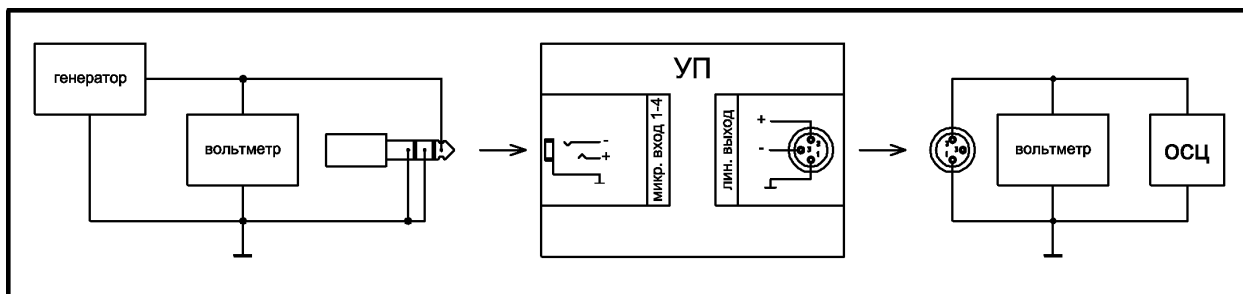
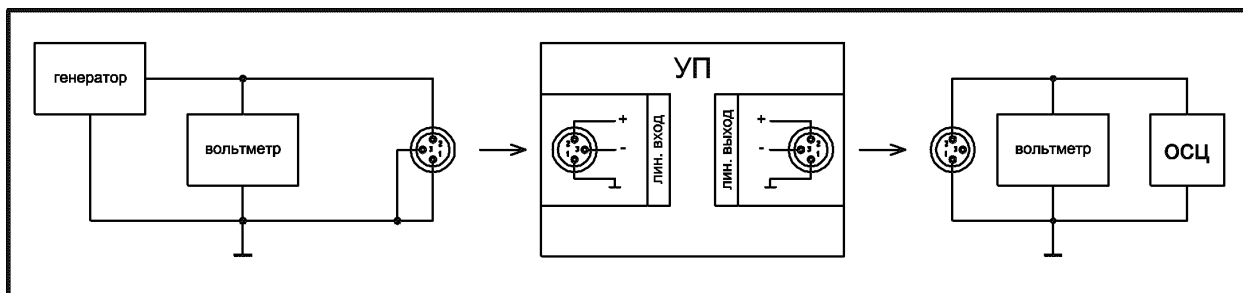

Рис.2 Схема измерений по микрофонному входу.
Рис.3 Схема измерений по линейному входу.
10.4. Измерения проводят подавая сигнал поочередно на микрофонные входы 1÷4 (рис.2) и – на линейный вход (рис. 3). Напряжение выходного сигнала измеряют на контактах разъема «ЛИН. ВЫХОД». Проверке подвергаются все пять входов. Контролируются только основные параметры: чувствительность (номинальное входное напряжение) и амплитудно-частотная характеристика.
10.6. Проверка чувствительности микрофонных входов 1÷4 (рис. 2).
10.7. Проверка чувствительности линейного входа (рис. 3).
10.8. Проверку диапазона воспроизводимых частот, на соответствие п.2.4, по входам 1÷4 проводят по структурной электрической схеме рис. 2.